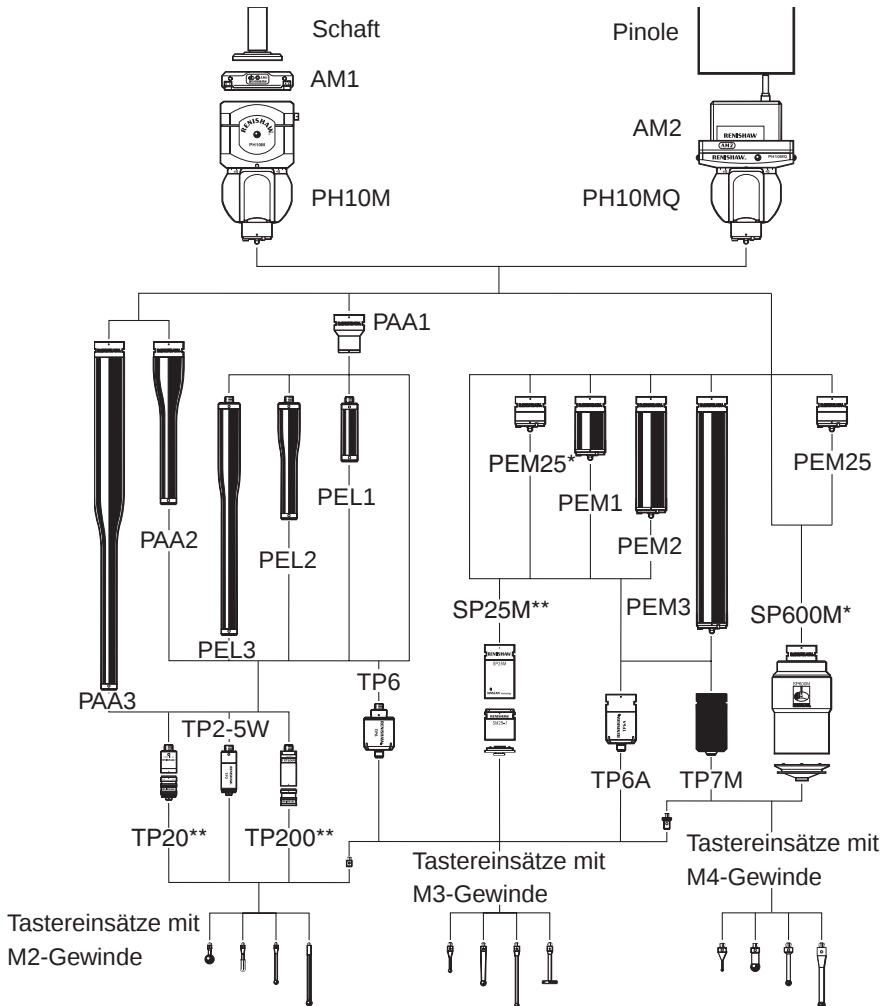

Abbildung 9 - Verlängerungen, Messtaster und Tastereinsätze
Abbildung 9 zeigt eine Reihe von Verlängerungen, Messtastern und Tastereinsätzen, die mit einem PH10M / PH10MQ Dreh-/Schwenkkopf eingesetzt werden können.
- * Bei Verwendung eines PH10MQ mit einem SP600M ist eine PEM25-Verlängerung erforderlich, um eine Einstellung von $A = 97,5^\circ$ oder $A = 105^\circ$ in allen Positionen der B-Achse zu erreichen. Siehe Bild 9.